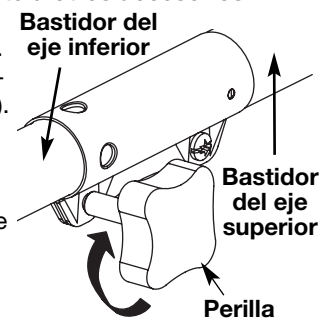

Fig. 16
4. Gire la perilla en sentido horario para ajustarla (Fig. 16).
4. Mientras sostiene el bastidor del eje superior con firmeza, tire del accesorio de corte u accesorio en línea recta fuera del acoplador Craftsman Convertible™ (Fig. 16).